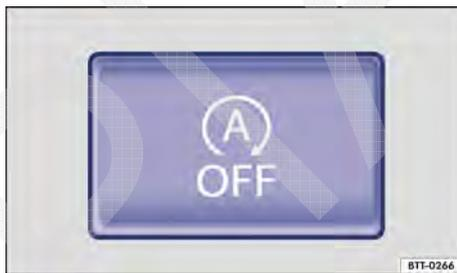

Fig. 138 No console central: botão do sistema Start-Stop.
- Pressionar o botão  no console central → Fig. 138.